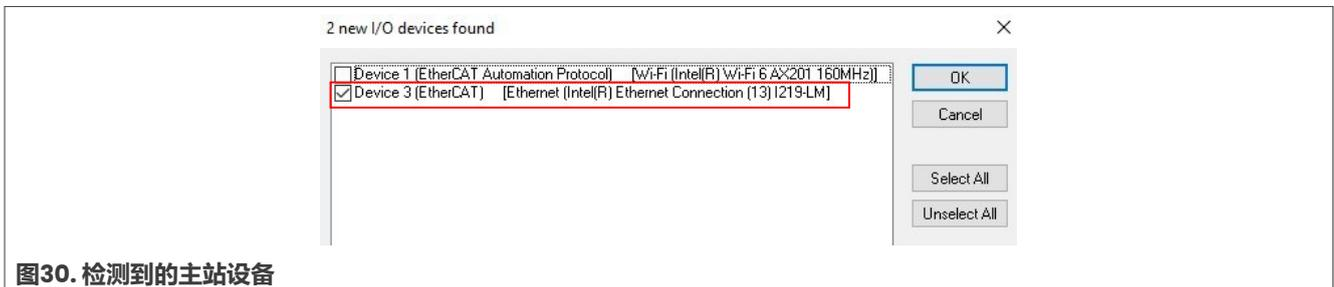

图30. 检测到的主站设备
8. 检测到EtherCAT主站设备（设备3），如图30所示。